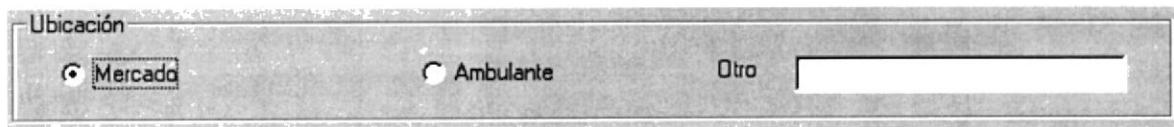

Figura 8.8 Opción de ubicación
25. Por último tendrá que seleccionar de su puesto de trabajo marcando en la casilla al que pertenece o si no es mercado, ambulante escribir en el casillero la ubicación a la que pertenece (ver figura. 8.8)